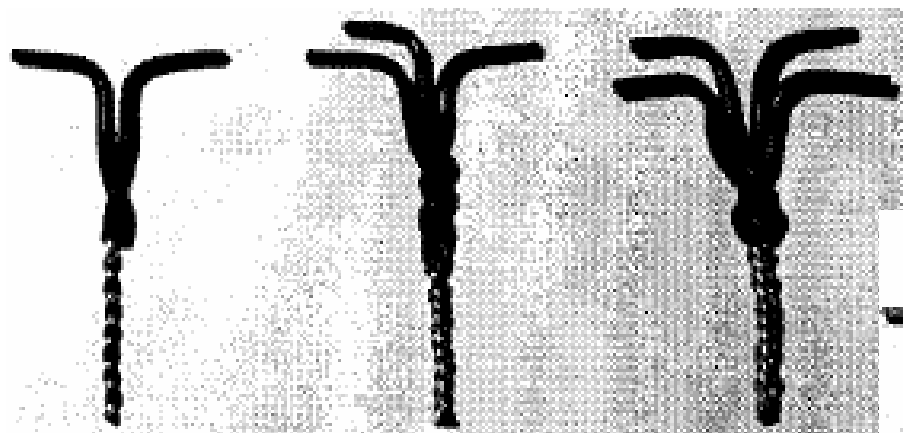

Figura 10.24
5. Aspecto final da emenda (figura 10.24).